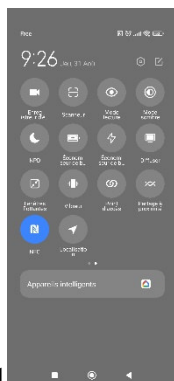

Fig.1
- Activer le NFC de l'appareil mobile (Fig.1)